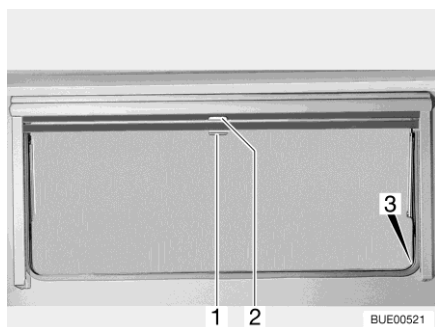

Fig. 97 Finestra apribile
- Tirare verso il basso l'oscurante a rullo accompagnandolo con la maniglia (Fig. 97,2). Quando si chiude completamente l'oscurante a rullo esso va agganciato da entrambi i lati al telaio della finestra nell'apposito elemento di fissaggio (Fig. 97,3).
- Quando l'oscurante a rullo è completamente chiuso: Spingere la maniglia (Fig. 97,2) verso il basso tirandola leggermente verso l'interno. Sganciare l'oscurante a rullo dagli elementi di fissaggio a destra e a sinistra del telaio della finestra.
- Quando l'oscurante a rullo si trova in posizione intermedia: Tirare la maniglia (Fig. 97,2) leggermente verso il basso finché l'elemento di fissaggio non si è sganciato.
- Tirare la maniglia (Fig. 97,1) della zanzariera a rullo verso il basso e agganciarla all'elemento di fissaggio (Fig. 97,3) su entrambi i lati del telaio della finestra.
- Spingere la maniglia (Fig. 97,1) verso il basso tirandola leggermente verso l'interno. Sganciare la zanzariera a rullo dagli elementi di fissaggio a destra e a sinistra del telaio della finestra.